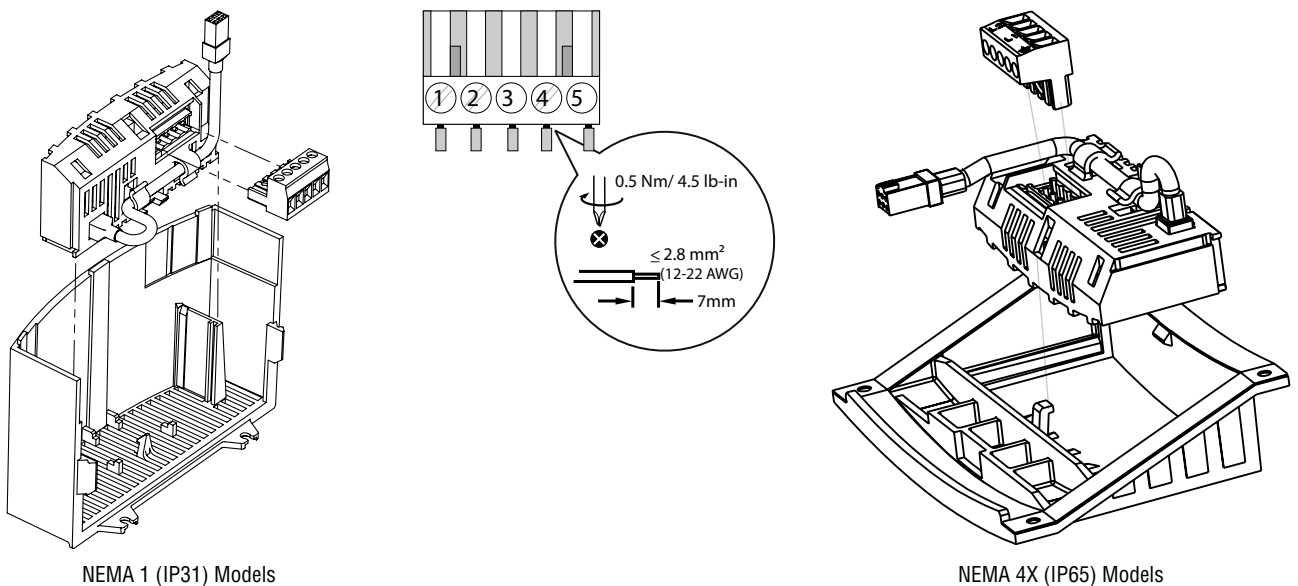

Figura 2: Installazione del modulo di comunicazione PROFIBUS-DP
2. Inserire il Modulo opzionale PROFIBUS-DP per SMV sulle guide del coperchio della morsettieria. Quando il modulo farà "clic" si sarà agganciato saldamente in posizione, come illustrato nella Figura 2.